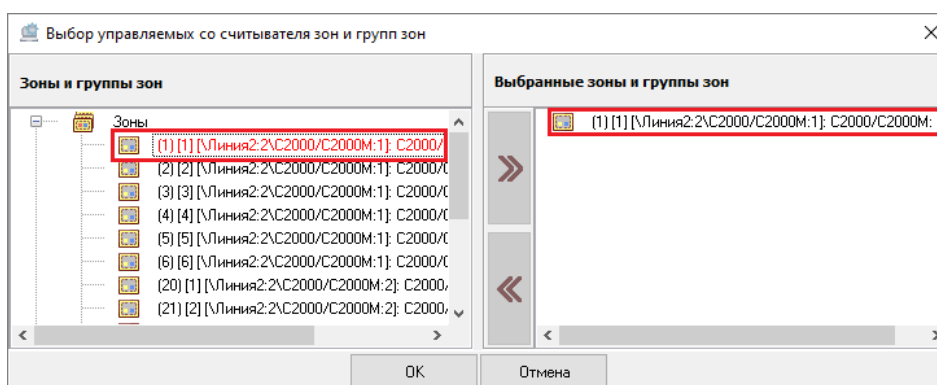

Рисунок 6-399 Выбранная в качестве управляемой со считывателя зона
При этом для зон/групп зон, выбранных в качестве определяющих состояние выхода, применяется маркировка **красным шрифтом** (см. см. Рисунок 6-399).
- дважды кликните левой клавишей мыши по зоне/группе зон в поле «Зоны и группы зон». Зона/группа зон будет добавлена в поле «Выбранные зоны и группы зон» (см. Рисунок 6-399);